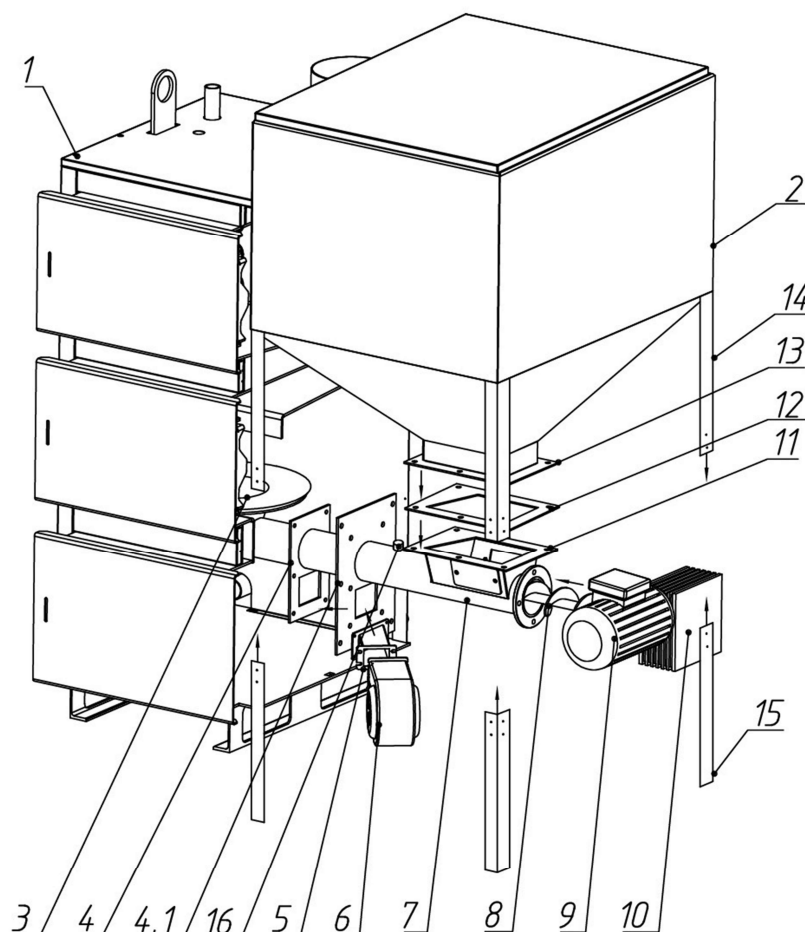

Рисунок 6. Схема сборки системы топливоподачи.
9.2.3 Котел и система топливоподачи должны быть выставлены горизонтально по уровню. Прочность перекрытий (пола) должна выдерживать вес котла, полностью заполненного водой и бункером топлива, схема сборки системы топливоподачи представлена на рис. 6.